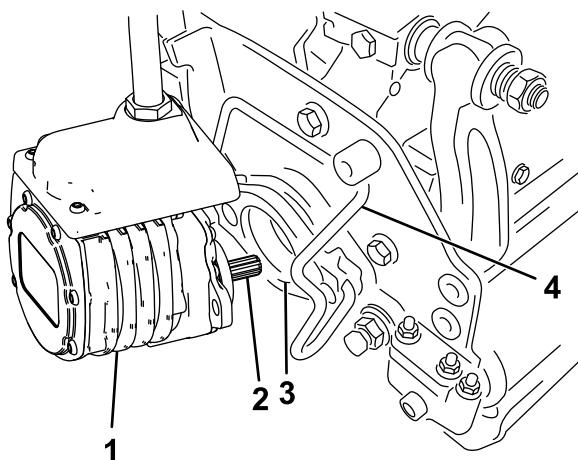

Figura 54
6. Cubra el eje acanalado del motor de la unidad de corte con grasa limpia (Figura 54).
7. Introduzca el motor en el lado izquierdo de la unidad de corte (visto desde el puesto del operador) y tire de la barra de retención del motor (en la unidad de corte) hacia el motor hasta que oiga un “clic” en ambos lados del motor (Figura 54).